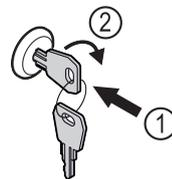

Fig. 204
- ▶ Insérer la clé. Fig. 204 (1)
- ▶ Tourner la clé à 90° dans le sens horaire. Fig. 204 (2)